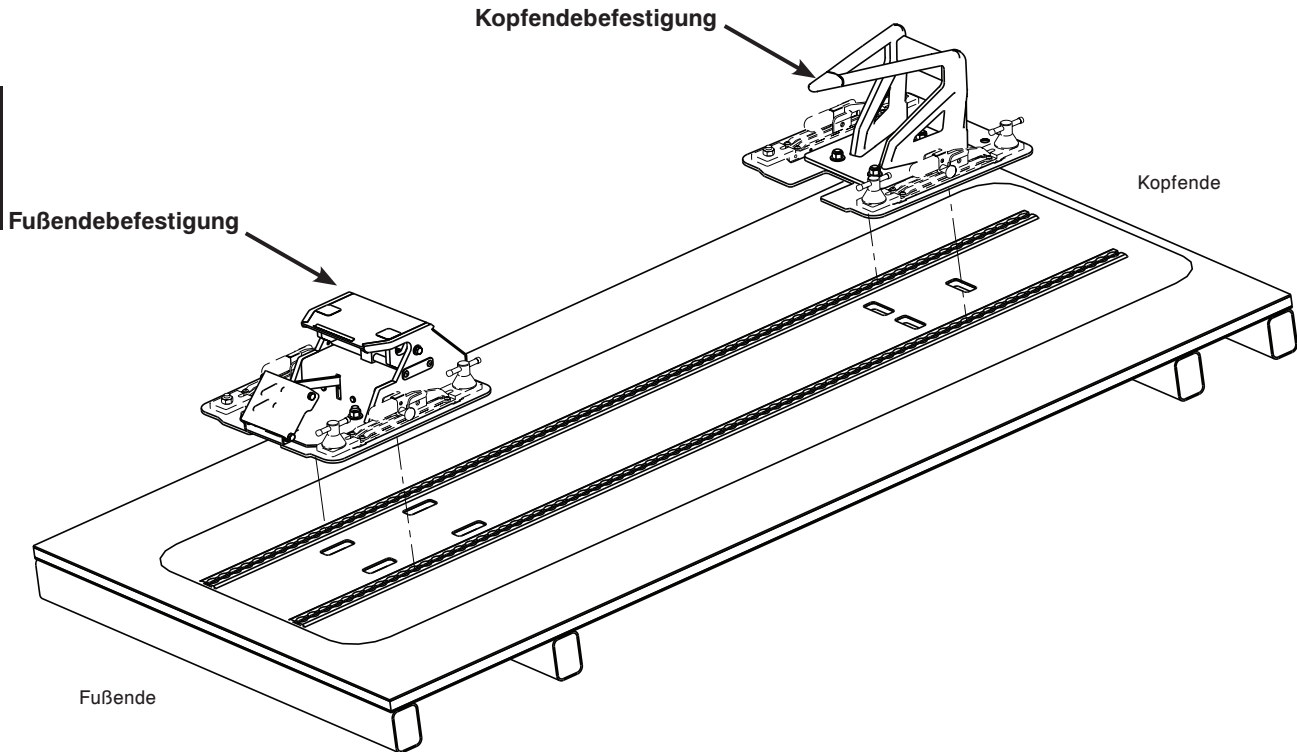

Abbildung 10 - Kopf- und Fußendebefestigung – Installation auf Bodenschienen
7. Die Schritte 2 – 4 wiederholen, um die Kopfendebefestigung an der Bodenschiene zu installieren (Abbildung 10).